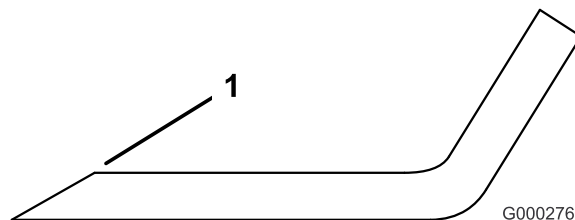

Figure 68
1. Au moyen d'une lime, aiguisez les tranchants aux deux extrémités de la lame (Figure 68). Veillez à conserver l'angle de coupe d'origine. Limez la même quantité de métal sur chacun des deux tranchants pour ne pas déséquilibrer la lame.